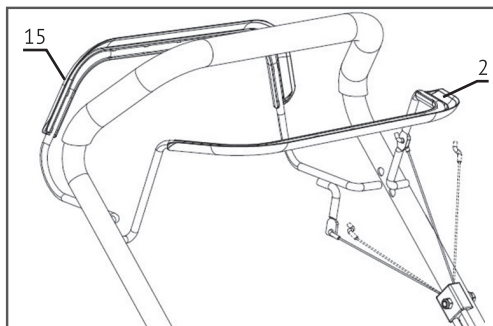

Рис.4
Закрепите соответствующие тросики к ручке привода колес (15) и ручке остановки двигателя (2) как показано на Рис. 4.